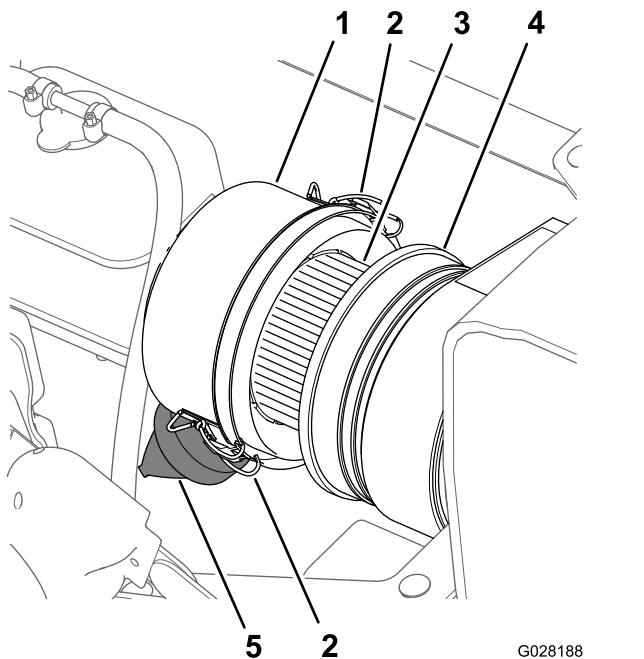
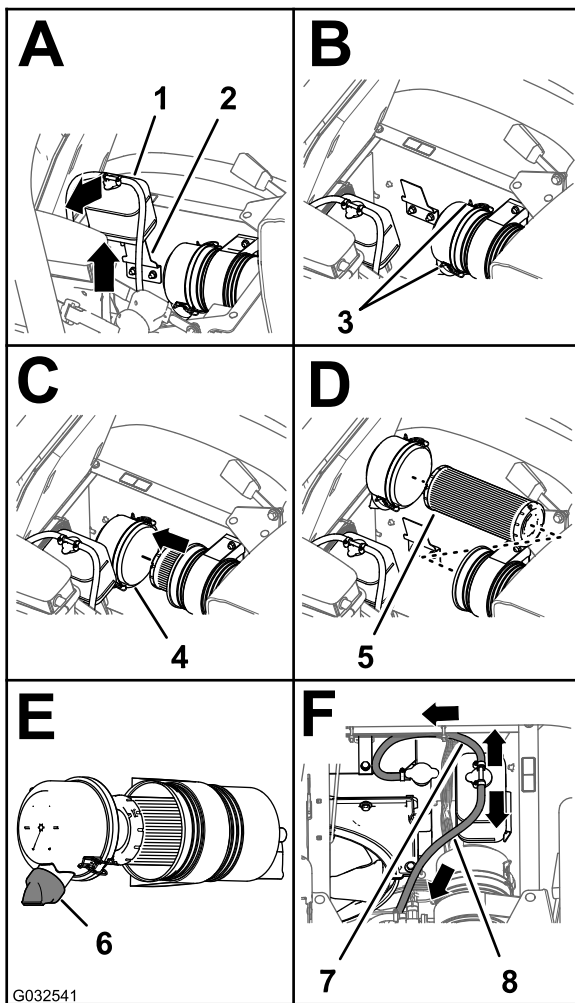

Figura 67
Figura 68
3. Limpe o tampão antipoeira e o corpo do filtro de ar (Figura 67).
4. Verifique se existe algum dano no corpo do filtro de ar que possa provocar uma fuga de ar (Figura 67).
5. Aperte a válvula do pó para a limpar de sujeira, pó e detritos (Figura 67).
7. Verifique se o elemento do filtro de ar tem acumulação excessiva de pó, sujeira e detritos (Figura 67).
8. Instale o tampão antipoeira no corpo do filtro de ar e fixe o tampão com os 2 trincos (Figura 67).
2. Limpe o tampão antipoeira e o corpo do filtro de ar (Figura 67).
3. Levante o depósito de expansão do líquido de refrigeração e retire-o do suporte do depósito (Figura 68).
- Solte os 2 trincos que fixam o tampão antipoeira ao corpo do filtro de ar (Figura 68).
- Limpe o interior do tampão antipoeira, do corpo do filtro de ar e da válvula antipoeira com um trapo húmido (Figura 67 e Figura 68).
- Introduza o elemento do filtro de ar no corpo do filtro de ar (Figura 68).
- Instale a cobertura no corpo do filtro de ar e fixe-a com os 2 trincos (Figura 68).
Nota: Certifique-se de que a válvula do pó está alinhada entre a posição das 5 e das 7 horas, quando vista da extremidade (Figura 68).
- Alinhe o depósito de expansão do líquido de refrigeração com o suporte do depósito e posicione o depósito com firmeza (Figura 68).
Importante: Certifique-se de que a tubagem de descarga da pressão é encaminhada para fora e para baixo e a tubagem de ventilação do depósito é encaminhada para trás, como se mostra na Figura 68.